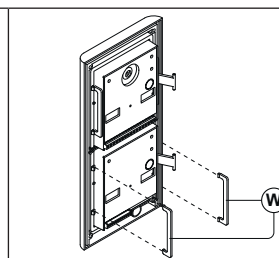

Fig. 7
Inserire i fermi anti-effrazione (W) come mostrato in **Fig. 7**.